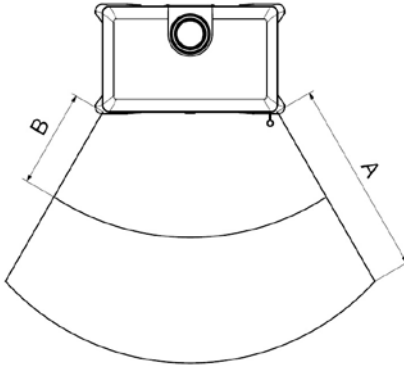

Bild 7
Im Sichtbereich (Strahlungsbereich) des Feuers muss zu brennbaren Bauteilen, Möbel oder auch z.B. zu Dekostoffen ein Abstand von mindestens **100 cm** (A), gemessen ab Vorderkante Feuerraumöffnung eingehalten werden. Der Sicherheitsabstand reduziert sich auf **50 cm** (B), wenn ein belüfteter Strahlungsschutz vor das zu schützende Bauteil montiert wird (Beispiel siehe Abb. 7)